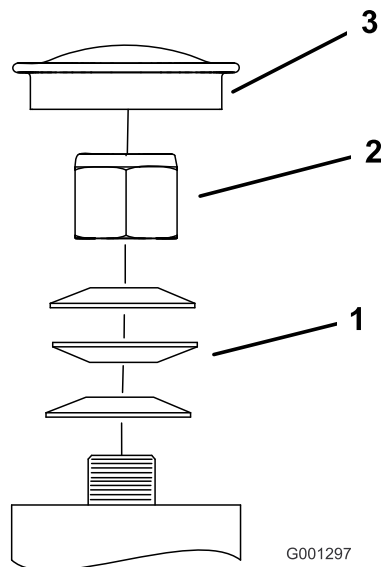

Figure 79
3. Retirez le protège-moyeu de la roue pivotante et serrez le contre-écrou (Figure 79).
4. Continuez de serrer le contre-écrou jusqu'à ce que les rondelles élastiques soient aplaties, puis desserrez-le d'un quart de tour pour obtenir la précharge correcte des roulements (Figure 79).
Important: Veillez à placer les rondelles élastiques correctement, comme montré à la Figure 79.
5. Reposez le protège-moyeu (Figure 79).